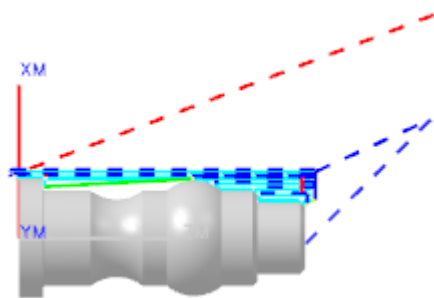

图 7.7.12 刀路轨迹
Step1. 单击“粗车 OD”对话框中的“生成”按钮 , 生成刀路轨迹如图 7.7.12 所示。